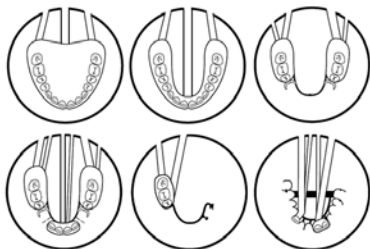

Figura 1 Técnicas de prensado
a. Cree o coloque agujeros de colada en el modelo de hidrocoloide o silicona como se muestra en la Figura 1.